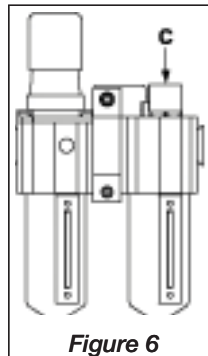

Figure 6
La poignée d'ajustement (C) est complètement réglée dans le sens des aiguilles d'une montre à l'usine, de façon à ce qu'aucune huile ne puisse lubrifier le système. Afin d'effectuer le premier réglage, ouvrir le débit d'air vers le système. Tourner la poignée pour régler le débit d'écoulement d'huile. Tourner la poignée dans le sens contraire aux aiguilles d'une montre pour augmenter le débit d'écoulement. (voir la figure 6) En premier, régler le débit d'écoulement à une ou deux gouttes par minute puis ajuster lorsque le système a atteint une température normale de fonctionnement.
Tirer la poignée vers le haut pour déverrouiller. La poignée d'ajustement doit être tournée dans le sens des aiguilles d'une montre pour augmenter ou dans le sens contraire aux aiguilles d'une montre pour réduire la pression de refoulement. Afin de réduire la pression, d'abord réduire à une pression plus basse que celle souhaitée, puis augmenter à la pression de refoulement voulue. (Voir la figure 6)